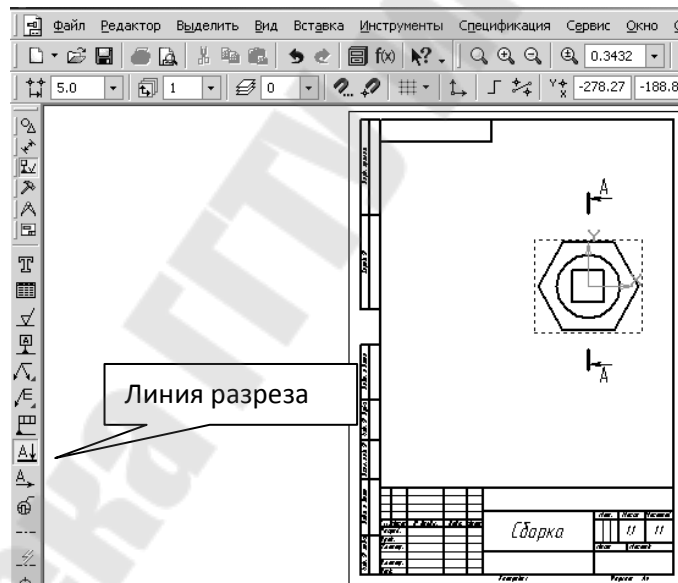

Рис. 152
- установив привязку **Выравнивание**, зададим траекторию разреза А-А (рис. 152);